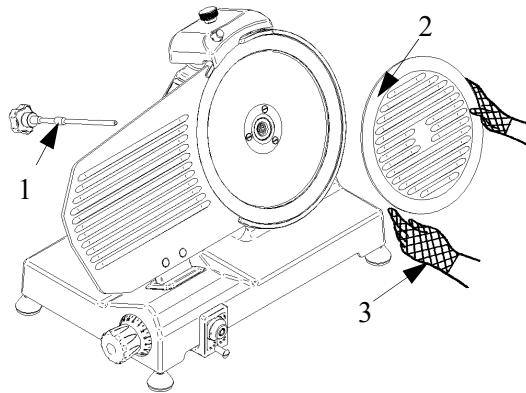

ABB. Nr. 11 - Abheben Messerschutz
Schrauben Sie den Knopf des Griffs des Messerschutzes (1) ab (Abb. Nr. 11), um das Herausnehmen des internen Messerschutzes (2) zu ermöglichen.